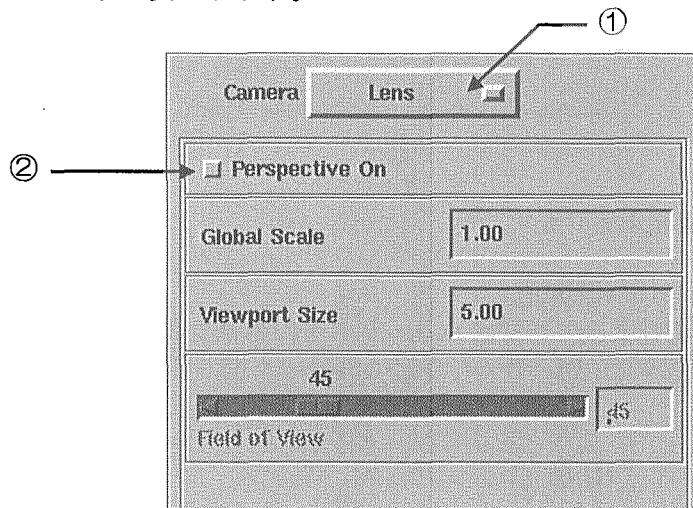

図 3-21 カメラ・エディタの“Lens”
カメラエディタ・メニューから [Lens] を選択します(図 3-21 ①)。
メニューは図 3-21 のように変わります。
[Perspective On] ボタン(図 3-21 ②)を選択すると透視投影になります。